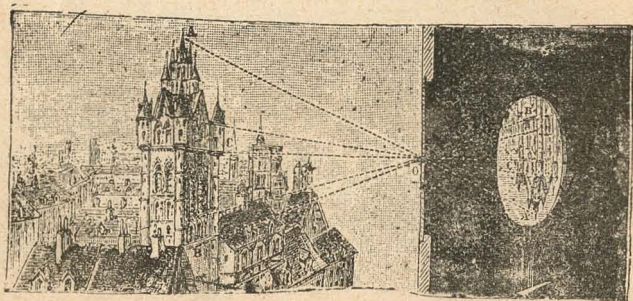

Fig. 140.—Construcción de la imagen en una cámara oscura.
1. **Cámara oscura** (fig. 140). — Si, en la pared de un aposento absolutamente oscuro (*cámara oscura*), se hace una pequeña abertura, se notará en una pantalla conve-